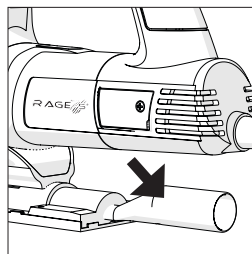

Fig 7
- Ta bort adapterslangan från dammutsugen, om ett sådant finns, och förvara på säkert vis för framtida montering. **(Fig. 7)**